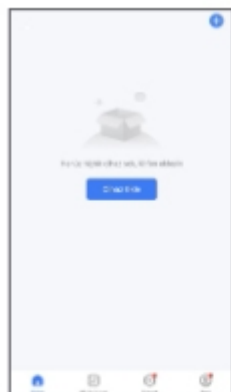
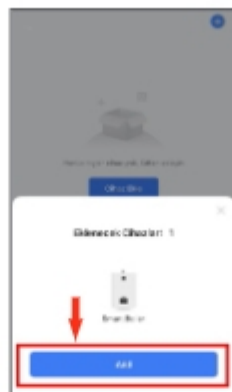
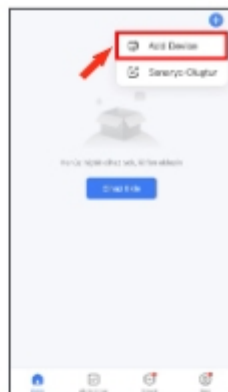

Рис.1
Рис.1-1 Автоматический поиск (телефон будет автоматически искать ближайшие подключаемые устройства)
Рис.1-2 Ручной поиск
1.3.3 Откройте Smart Life APP, нажмите "+" на главной странице (правый верхний угол), затем нажмите "Добавить устройство", как показано на рис. 1, рис. 1-1, рис. 1-2.